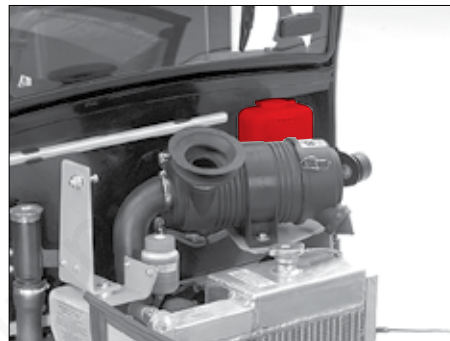

Fig. 124
Beholderen til sprinkleranlægget sidder til højre på kabinens bagside. Der er adgang ved åbning af motorhjelmen (Fig. 124).
Batteriet har en nominal spænding på 12 volt, batterikapaciteten er 77 Ah. Batteriet sidder på venstre side af læsseren i motorrummet pos. 1 (Fig. 124). Der er adgang til det, hvis motorhjelmens åbnes, og førerpladsen tippes.